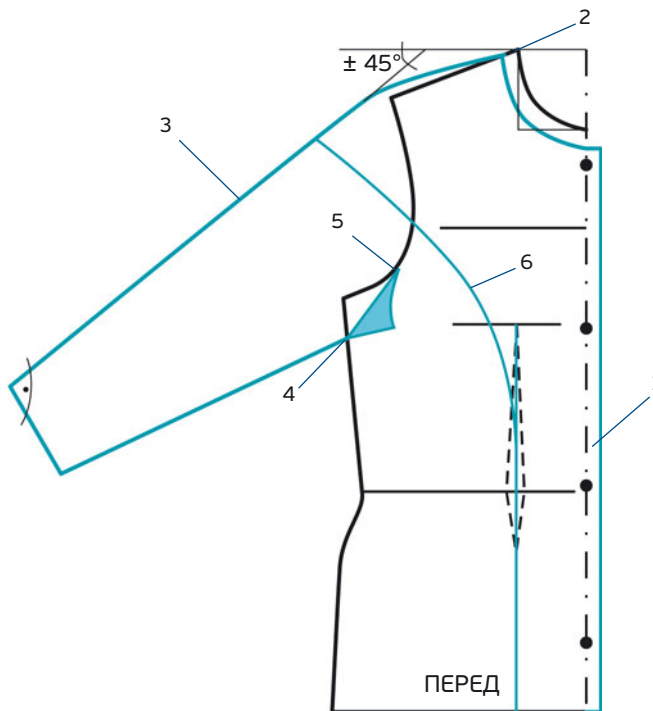

РИС. 1
Для выполнения выкройки данной модели начертите базовую выкройку лифа с необходимыми прибавками (например, обхват груди + 12 см) и следуйте указаниям ниже (рис. 1 и рис. 2).
5. На линии проймы отметьте точку на 5 см ниже линии глубины проймы. Затем проведите прямую, соединяющую эту точку с основанием рукава. Перекопируйте полученную деталь в зеркальном отражении по отношению к этой прямой (рис. 1, синим цветом).